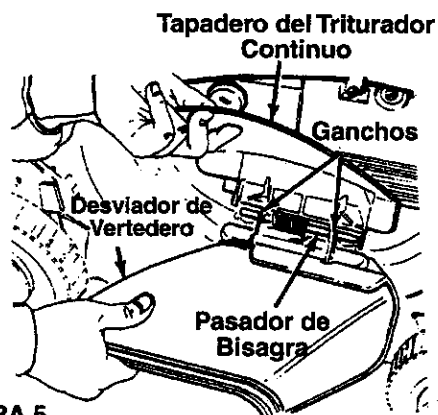

FIGURA 5.
- Para convertir su cortacésped de un triturador continuo a un cortacésped con descarga lateral, levante el tapadero del triturador. Vea la figura 5. Deslice los dos ganchos en el deflector de descarga lateral debajo del pasador de bisagra en el conjunto del triturador de desperdicios de césped. Baje el tapadero del triturador de desperdicios de césped.